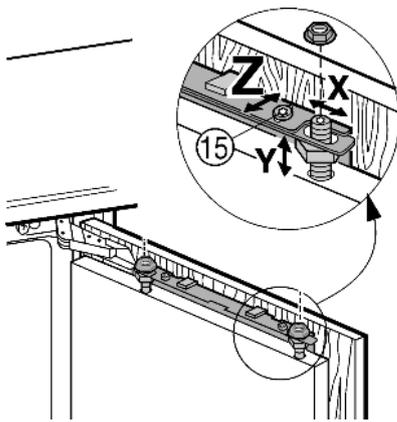

Fig. 18
- ▶ Allineare l'anta del mobile in profondità **Z**: svitare in alto le viti Fig. 18 (15), in basso le viti Fig. 19 (24), quindi spostare l'anta.